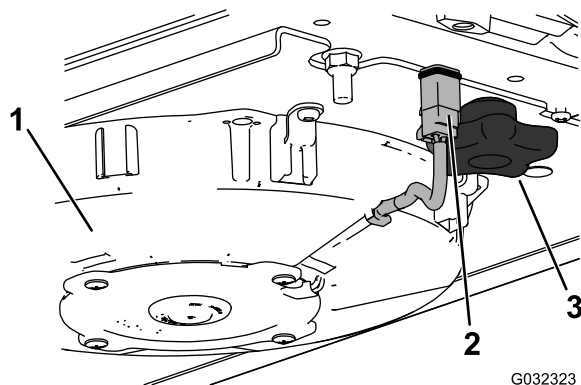

Рисунок 58
2. Отсоедините провод от каждого вентилятора (Рисунок 58).
3. Выверните две ручки и снимите вентилятор в сборе (Рисунок 58).
7. Установите воздушные фильтры, сетку и вентилятор в сборе (Рисунок 57, Рисунок 59 и Рисунок 58).
8. Подсоедините провод к каждому вентилятору (Рисунок 58).